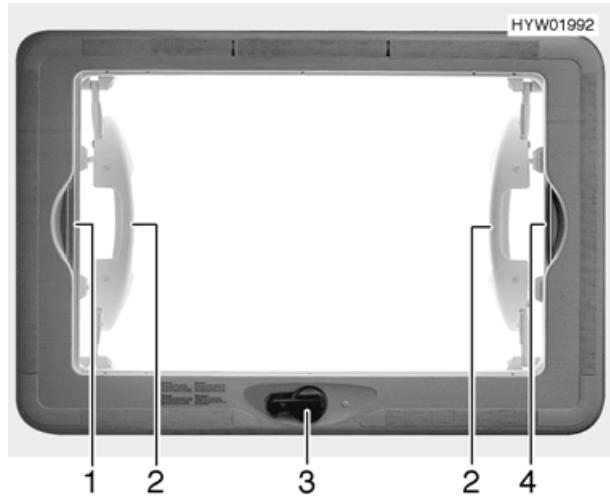

Bild 33 Hebe-Kippdach
- Handkurbel (Bild 33,3) drehen, bis Widerstand spürbar ist (max. Öffnungswinkel 70°).
- ▷ Das Hebe-Kippdach darf nur mit beiden Händen an den Griffen (Bild 33,2) bedient werden.
- Faltverdunklung am Griff (Bild 33,1) zum gegenüberliegenden Griff des Insektenschutzrollos (Bild 33,4) ziehen und einrasten lassen.
- Griff der Faltverdunklung (Bild 33,1) aushängen.
- Insektschutzrollo am Griff (Bild 33,4) zum gegenüberliegenden Griff der Faltverdunklung (Bild 33,1) ziehen und einrasten lassen.
- Insektschutzrollo am Griff der Faltverdunklung (Bild 33,1) aushängen.
- Insektschutzrollo am Griff (Bild 33,4) langsam zurückführen.